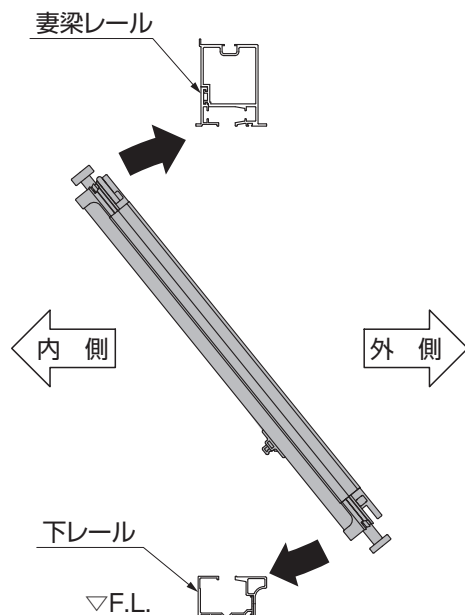

図2-8
①折戸パネルの上側を妻梁レールの内側の溝から、折戸パネルの下側を下レール外側の溝から、図2-8を参照して取付けてください。